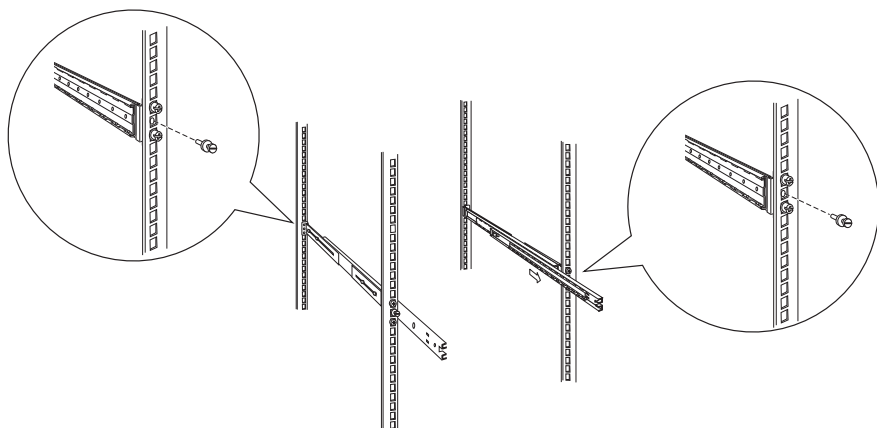

图 21 R515 服务器 外导轨安装示意图
2. 如图 21 所示，将外导轨支架上的两个固定柱插到机柜的固定孔中，拧上手拧螺钉；